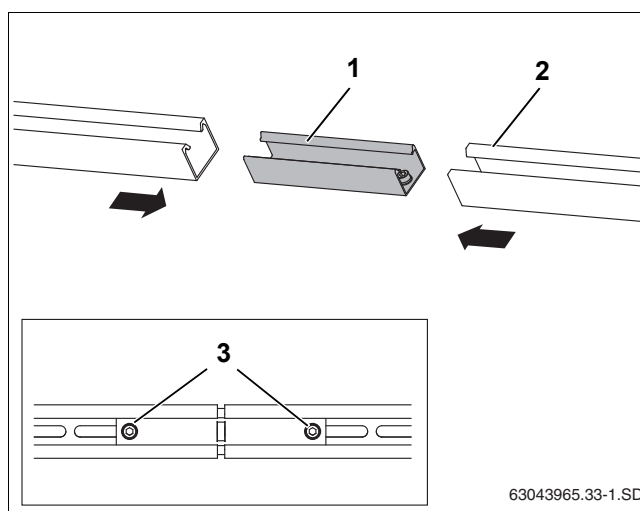

Рис. 31 Соединение профильных реек
- ▶ Задвиньте до упора вставку (рис. 31, [1]) в обе профильные рейки (рис. 31, [2]).
- ▶ Для фиксации затяните ключом SW 5 два предварительно установленных во вставку стопорных винта M10 (рис. 31, [3]).